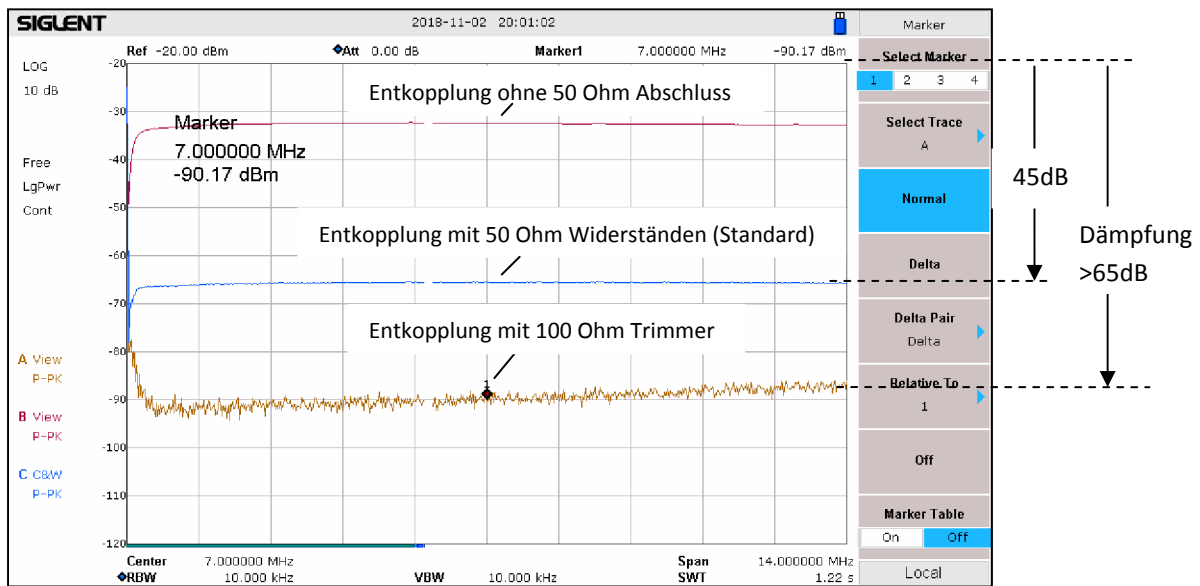
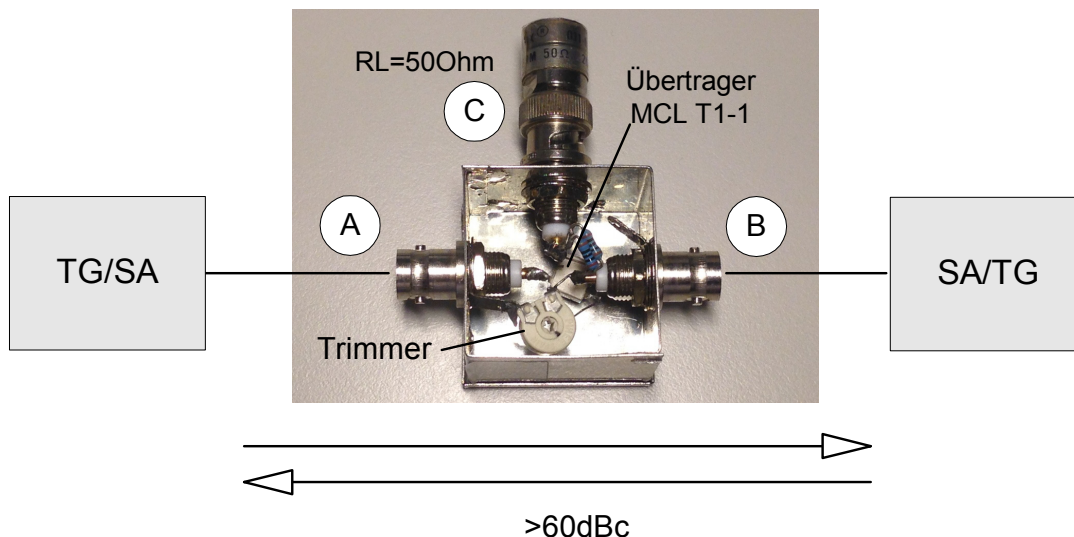

Bild 11: Entkopplung einer Wheatstone-Brücke mit und ohne Abgleich
Bild 12: Messung der Richtschärfe einer Wheatstone-Brücke
Trimmer auf eine Entkopplung von über 65dB gebracht werden. Durch diese hohe Entkopplung, wird die gegenseitige Beeinflussung der Generatoren so gering gehalten, dass sie praktisch keine Intermodulation mehr erzeugen (**Bild 11**).
Die Messung der Entkopplung erfolgte mit einem Tracking-Generator (Pegel -20dBm) über einen Frequenzbereich von 0-14MHz (**Bild 11**). Dazu wird das TG-Signal in Port A (B) eingespeist und der Pegel in Port B (A) gemessen. Gleichzeitig wird der Brückenausgang (C) mit 50 Ohm abgeschlossen. Die Entkopplung sollte in beide Richtungen gemessen werden. Die von mir verwendete Wheatstone-Brücke mit 100 Ohm-Trimmer, aufgebaut in ein kleines Weißblechgehäuse, zeigt **Bild 12**.